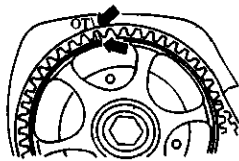

图 2-58 第一缸上止点位置
- 3) 松开凸轮轴同步带轮。转动曲轴将同步带轮设定到第一缸上止点标记,此时凸轮轴同步带轮上的标记必须对准同步带防护罩上的标记,如图 2-58 所示。